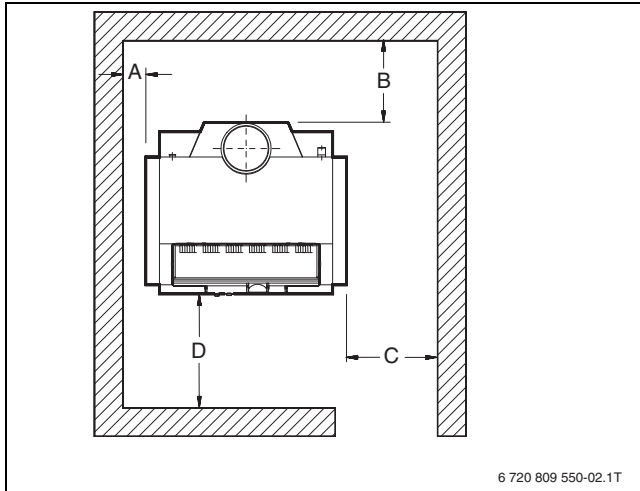

Рис. 5 Расстояния от стен для одного котла
- Учитывайте рекомендуемые расстояния от стен (→ рис. 5 и таблица 20).